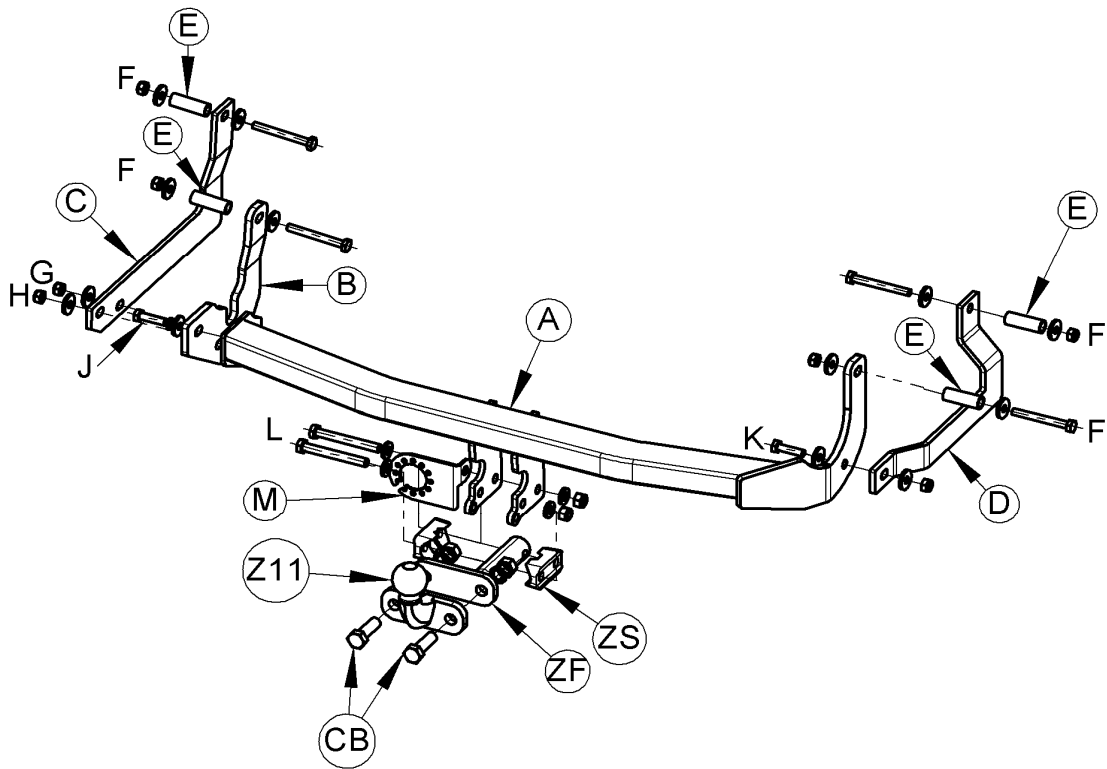
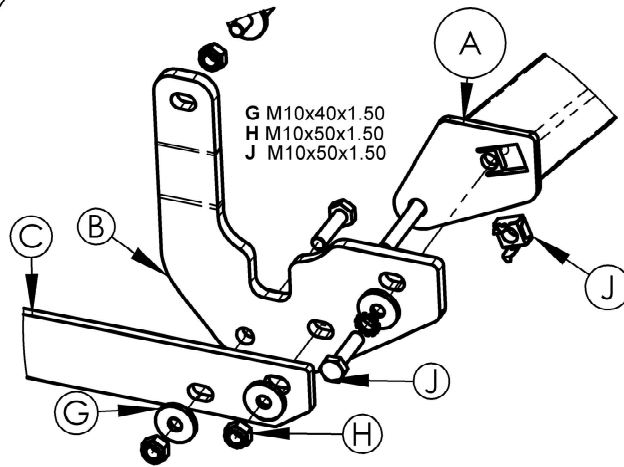

Figure1
Figure2
4. Insérer le boulon (F) la rondelle Ø30 dans le bras latéral (C) et l'entretoise (E) et positionner l'ensemble sur la surface intérieur de la traverse dans le trou de fixation. Serrer à la main l'écrou avec la rondelle.
5. Procéder de la même façon pour le bras latéral (B) et attachez-le au point de fixation le plus en arrière. Aligner le bras (B) et (C) ensemble et maintenir en position en utilisant (G). Ne pas serrer. (**voir Fig. 1**)
6. Au point de fixation le plus en arrière du coté droit, insérer le boulon (F) et la rondelle Ø30. Doucement insérer l'entretoise (E) de l'autre coté en prenant garde de ne pas la laisser tomber dans la traverse du châssis.
7. Positionner L'écrou prisonnier (J) sur la traverse principale (a) et fixer la au point de fixation droit le plus en arrière en utilisant la rondelle et l'écrou (F). Du coté opposer attacher la traverse (A) le bras latéral (B) en utilisant le boulon (J) (**Voir fig.2**). Aligner (B) (C) et (A) et maintenir en position en utilisant (G). (**voir fig. 1**)
8. Une fois fait, positionner le bras latéral (D) du coté droit du châssis en utilisant l'entretoise (E) et boulonneries(F). L'attacher sur la traverse (A) en utilisant la boulonnerie (K).
9. Serrer les boulons (F) au couple de serrage recommandé et ensuite tous les boulons restants.
10. Fixer la ferrure choisie (ZF) dans la position désirer et monter le support de prise (M) et le crochet de chaine de sécurité (L).